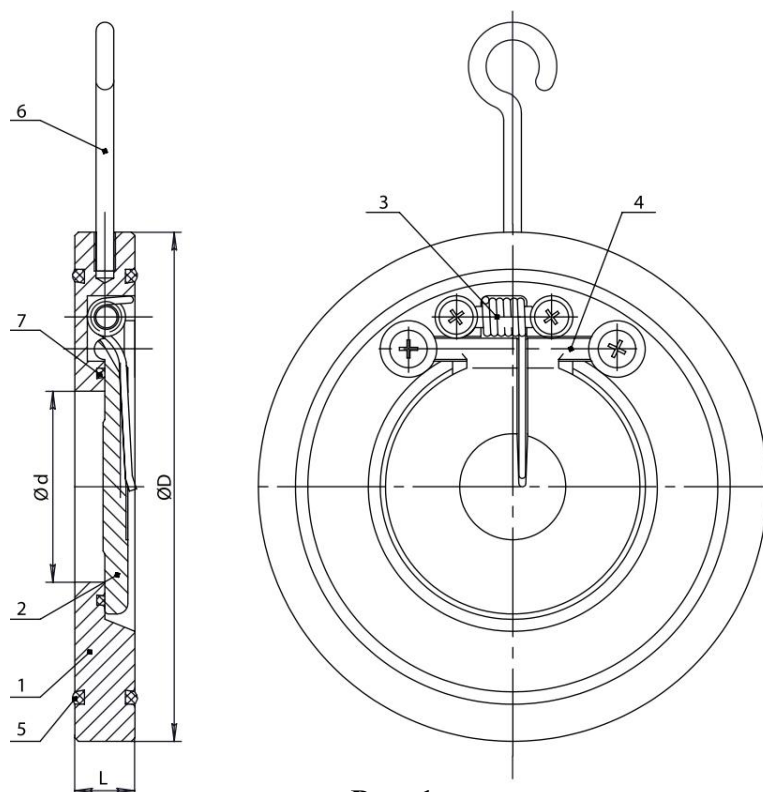

Рис. 1
1.3.1. Основные элементы конструкции клапана приведены в табл.1, на рис.1.
1.3.2. Под действием прямого потока рабочей среды диск (2) перемещается по оси вращения (4) и открывает клапан. При отсутствии прямого потока рабочей среды под действием пружины (3) и собственного веса диск (2) перекрывает движение обратного потока среды (рис.1).